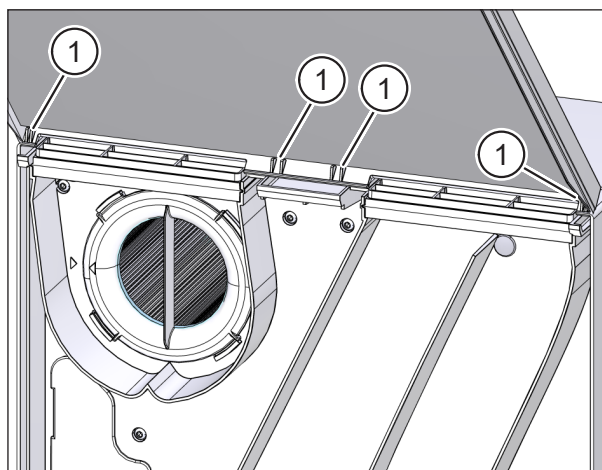

Fig. 44: Atașarea capacului aparatului de ventilație
- ▶ Introduceți clapetele (elementul 1 în Fig. 44) capacului aparatului în deschiderile aflate în partea superioară a aparatului de ventilație.